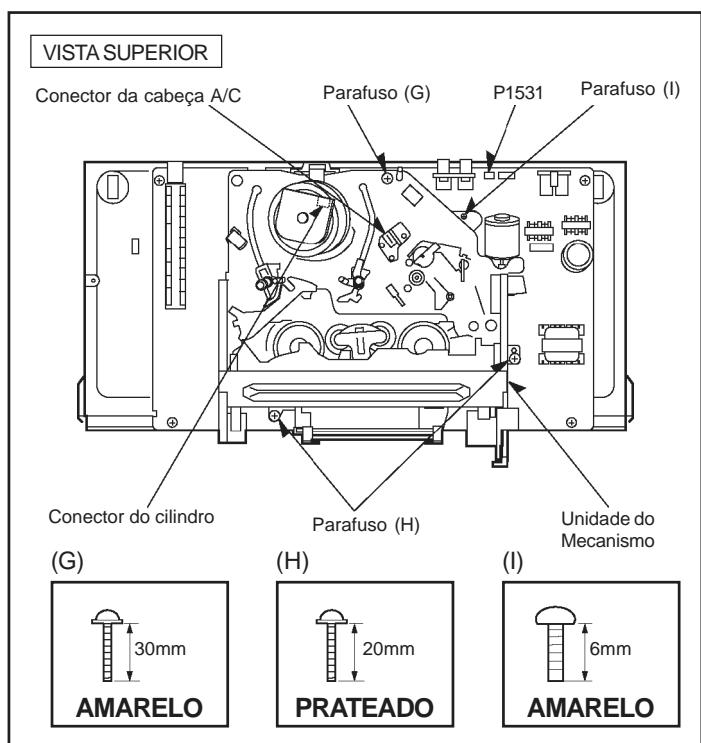

Fig. D6
Fixe o parafuso (I), conecte os cabos flexíveis do cilindro e da cabeça A/C e P1531, como mostrado na figura D6.